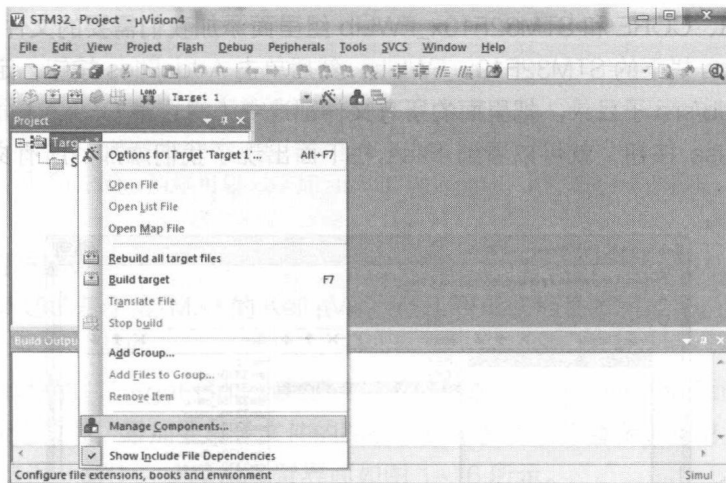

图1-11 调出Manage Components
(2) 在 USER 组里面,打开 STM32_Project 工程,然后在 Project 窗格的 Target1 上单击鼠标右键,选择 Manage Components 选项,如图 1-11 所示。